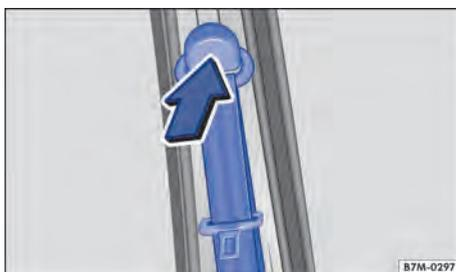

Fig. 26 Ao lado dos bancos dianteiros: regulagem de altura do cinto de segurança.
1. Empurrar o dispositivo regulador na direção da seta e segurar → Fig. 26.